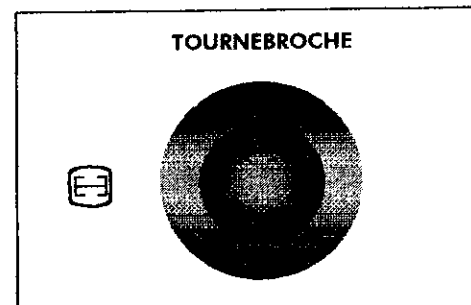

fig. 8
3. Appuyez sur le bouton  (fig. 8).